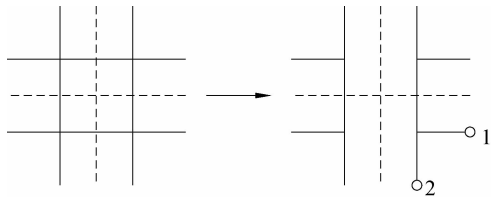

图 4-9 “十字闭合”工具
(1)十字闭合:用于在两条多线之间创建闭合的十字交点。选择的第一条多线被修剪,选择的第二条多线保留原样,如图 4-9 所示。